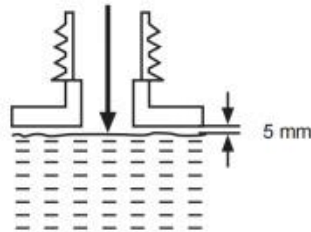

Fig. 17
3) No llenar demasiado y dejar aprox. 5 mm de espacio hasta el borde inferior para que el lubricante se expanda (Fig. 17).